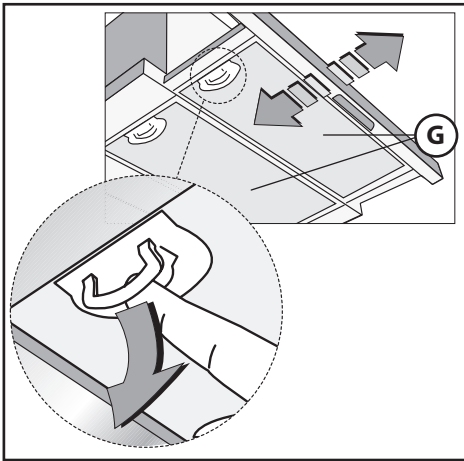
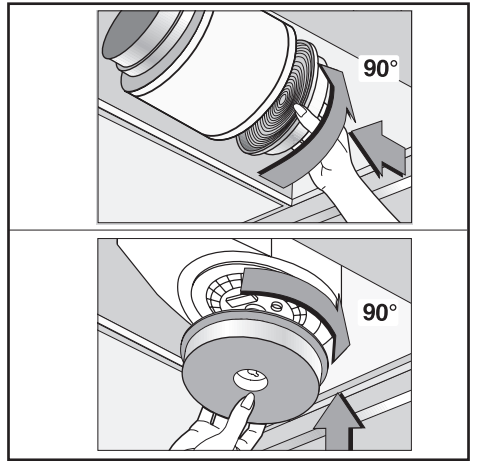

Fig.4
Fig.5
• La distanza minima fra la superficie di supporto dei recipienti di cottura sul dispositivo di cottura e la parte più bassa della cappa da cucina deve essere di almeno **65 cm**. Se dovesse essere usato un tubo di connessione composto di due o più parti, la parte superiore deve essere all'esterno di quella inferiore. Non collegare lo scarico della cappa ad un condotto in cui circoli aria calda o utilizzato per evacuare fumi degli apparecchi alimentati da un'energia diversa da quella elettrica. Prima di procedere alle operazioni di montaggio, per una più facile manovrabilità dell'apparecchio disinserire i filtro/i antigrasso (Fig.4).
Per trasformare la cappa da versione aspirante a versione filtrante, richiedere al vostro rivenditore i filtri a carbone attivo. I filtri devono essere applicati al gruppo aspirante posto all'interno della cappa centrandoli ad esso e ruotandoli di 90 gradi fino allo scatto d'arresto (Fig.5). Per effettuare questa operazione rimuovere i pannelli **G** (Fig.4). L'aria viene rimessa nell'ambiente attraverso un tubo di evacuazione aria passante attraverso il mobile e collegato alla flangia **H** (Fig.3B).